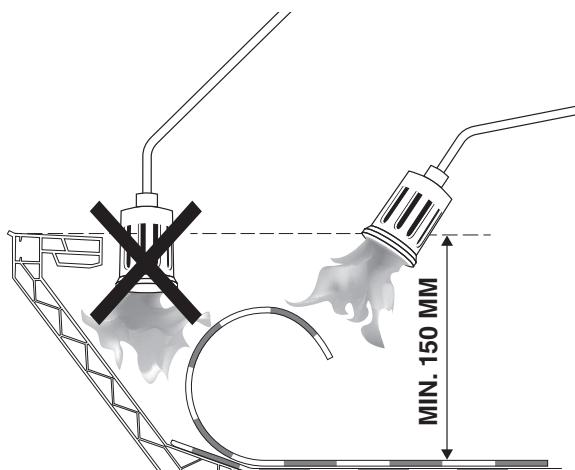

Fig. 1
- Screw the curb 16/20X on the roof construction through the indication line of the flange (timber screws 5,2x60 or metal screws 4,8x60). Start at 7,5 cm from the extremities. The axis distance of the other screws must not exceed 30 cm. Pull up the roofing underneath the top flange. Beware that the membrane and not the curb is warmed up when using the welding with flame method as shown on figure 1.
- Schrauben Sie den Aufsatzkranz 16/20X an der Dachkonstruktion fest durch die Indikations-Linie vom Flansch (Holzschauben 5,2x60 oder Metallschauben 4,8x60). Fangen Sie am 7,5 cm der Enden an. Die Achsdistanz der anderen Schrauben soll maximal 30 cm betragen. Ziehen Sie die Dachbedeckung bis zum oberen Flansch. Achten Sie darauf, dass beim Schweißen mit Flamme die Membran und nicht den Aufsatzkranz geheizt wird (siehe Bild 1).